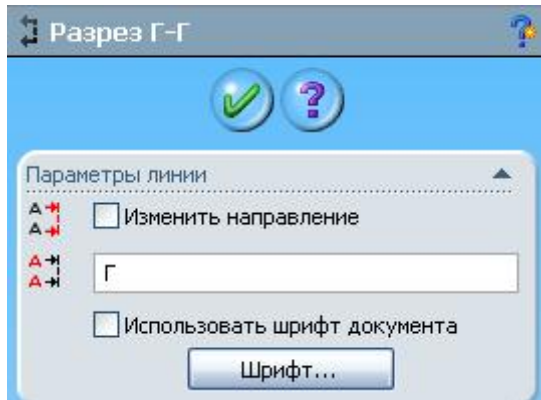

Рис. 32
7. Задайте параметры для созданного вида. Выберите созданный вид, для чего нажмите внутри границ вида. В появившемся окне **Разрез Менеджера** свойств (Property Manager) выполните следующее (рис. 32):